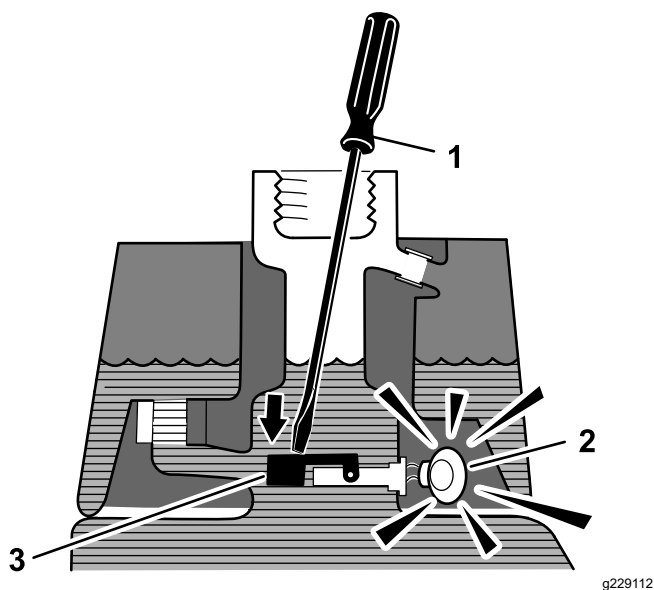

Figura 47
3. Insira uma barra ou uma chave de parafusos limpa no bocal do depósito e empurre com cuidado o comutador (**Figura 47**) para baixo. O alarme deverá ser ativado ao fim do período de desfasamento de um segundo.